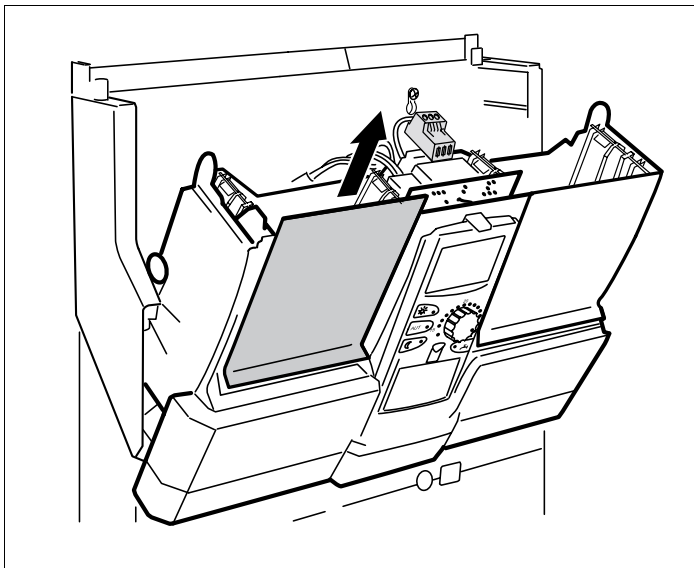

Fig. 5 Fjerning av blindplaten
- Fjern blindplaten fra modulplass 1 (fig. 5) i kontrollpanelet.